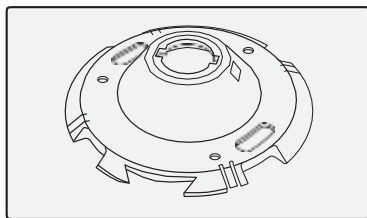

Рис. 15
3. Для установки горячего кувшина на любую поверхность, чтобы предотвратить ожоги. (Рис. 15).